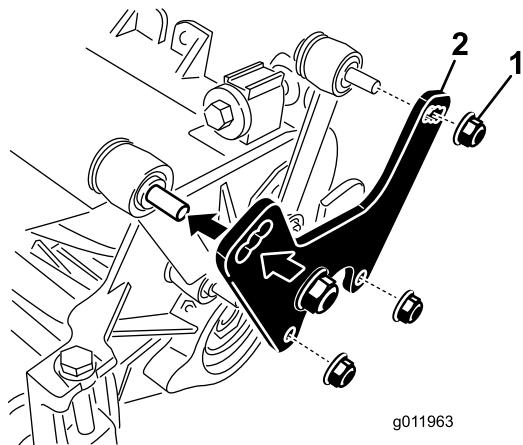

Figure 9
1. Retirez les écrous et rondelles qui fixent les bielles de relevage à la plaque latérale du plateau de coupe et au bâti porteur (Figure 9).